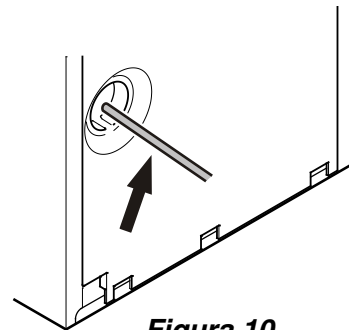

Figura 10
2. Inserte la línea de suministro de agua en su abertura en la parte trasera del aparato (Figura 10).